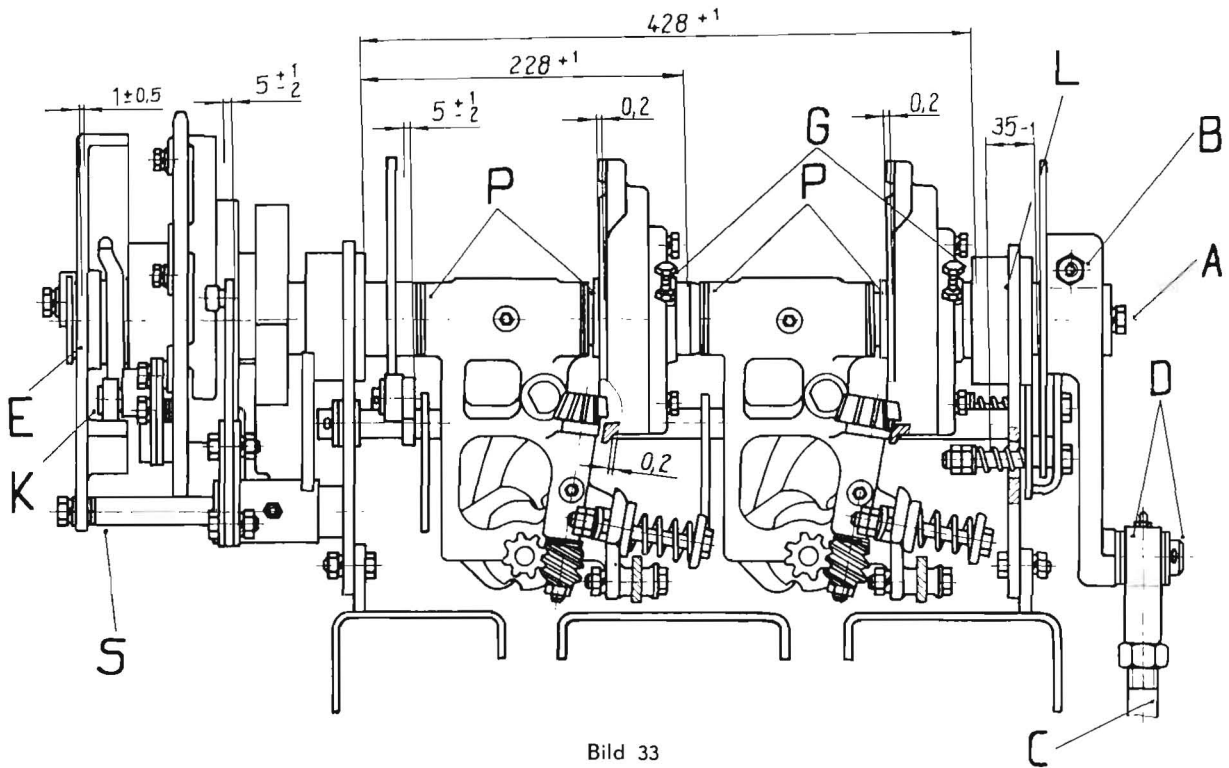

Bild 33
Bei Neuaufbau oder Reparatur der Bindeeinrichtung (z. B. Auswechseln von Knüpfapparaten oder Knüpferscheiben) sind nach (Bild 33) durch Belegen von Paßscheiben (P) jeweils links an den Knüpfbocknaben die Maße  $228 \pm 1$  mm und  $428 \pm 1$  mm einzuhalten.
Zu diesem Zweck sind vorher die Feststellschrauben (G) (Bild 33) an beiden Knüpferscheiben zu lösen. Ist das Gesamtspiel am linken Knüpfapparat (zwischen den Gleitflächen einer der beiden Ritzel zur Knüpferscheibe) größer als 0,5 mm geworden, so ist nachzustellen. Vor dem Nachstellen ist die Klemmverbindung (B) zu lockern und mittels der Sechskantschraube (A) der Abstand am linken Knüpfapparat (zwischen den Gleitflächen) auf 0,2 mm einzustellen. Anschließend sind alle vorher gelösten Schraubverbindungen wieder festzuziehen.
Bei Montagearbeiten ist das Maß  $1 \pm 0,5$  mm (Bild 33) zwischen der Kurvenbahn (K) und dem Distanzstück (E) durch Belegen von Scheiben (S) einzustellen.
Die Knüpfwellenbremse muß so eingestellt sein, daß bei voller Kolbenhubzahl die Kurbel der Knüpferscheibe nach Vollendung der Umdrehung so stehen bleibt, daß die gestreckte Linie der Kurbel mit der Nadelzugstange leicht in Antriebsrichtung durchgeknickt ist. Die Kurbel darf jedoch nicht gegen die Antriebsrichtung zurückschlagen. Das Montageeinstellmaß der Druckfedern, gemessen zwischen Unterlegscheibe und Bremsbacke, muß  $35 \pm 1$  mm betragen (Bild 33).